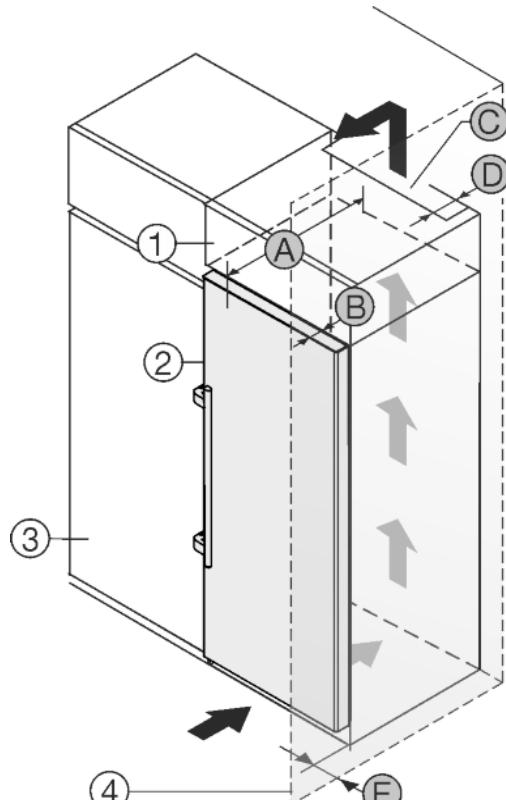

Fig. 23
Uredaj se može adaptirati za ugradnju u kuhinjske ormare. Kako biste uredaj Fig. 23 (2) prilagodili visini kuhinjskog namještaja, iznad uredaja možete postaviti viseći ormari Fig. 23 (1).
Uredaj se može postaviti direktno uz kuhinjski ormari Fig. 23 (3). Kako biste vrata mogli potpuno otvoriti, uredaj mora biti za dubinu Fig. 23 (B) ispred u odnosu na prednjicu kuhinjskog ormara. Ovisno o dubini kuhinjskih ormara i uporabi zidnih distancera, uredaj može i dalje stršati.
- Na stražnjoj strani visećeg ormara treba postojati otvor za odzračivanje dubine Fig. 23 (D) po cijeloj širini visećeg ormara.
- Ispod stropa prostorije treba poštivati ventilacijski presjek Fig. 23 (C).
Kada se uredaj postavlja s okovima pored zida Fig. 23 (4), treba poštivati razmak Fig. 23 (E) između uredaja i zida. To odgovara stajanju ručice kod otvorenih vrata.